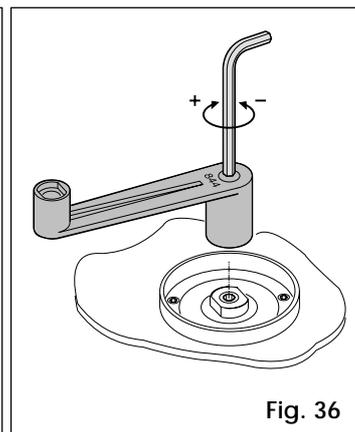

Fig. 36
- 3) Mantener bloqueado el eje motor mediante la palanca de serie y regular el tornillo del embrague de la manera ilustrada en la Fig. 36.